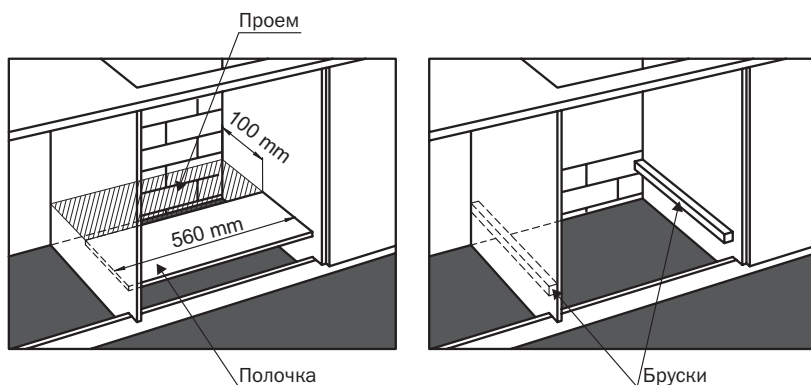

Рис. 7
8. Если варочная поверхность устанавливается над встроенной духовкой, предпочтительнее, чтобы духовка опиралась на два деревянных бруса, прикрепленных к внутренним стенкам корпуса кухонной мебели; при объединенной поверхности кухонного комплекса, должен быть обеспечен зазор позади духового шкафа не менее 100 x 560 мм (Рис. 7).